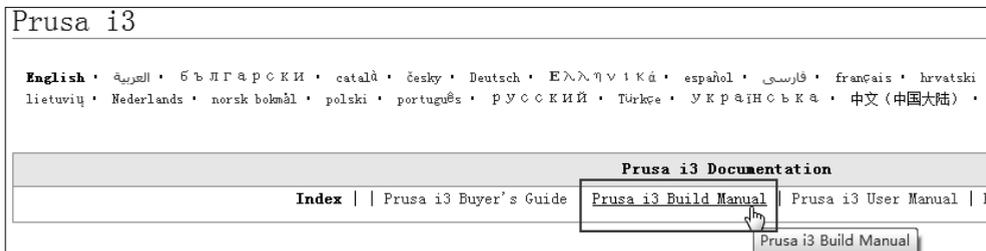

图 3-17 选择组装教程
(4) 接着页面直接跳转至 Prusa i3 页面，然后我们在 Index 栏中直接单击 Prusa i3 Build Manual 链接，即组装教程，如图 3-17 所示。